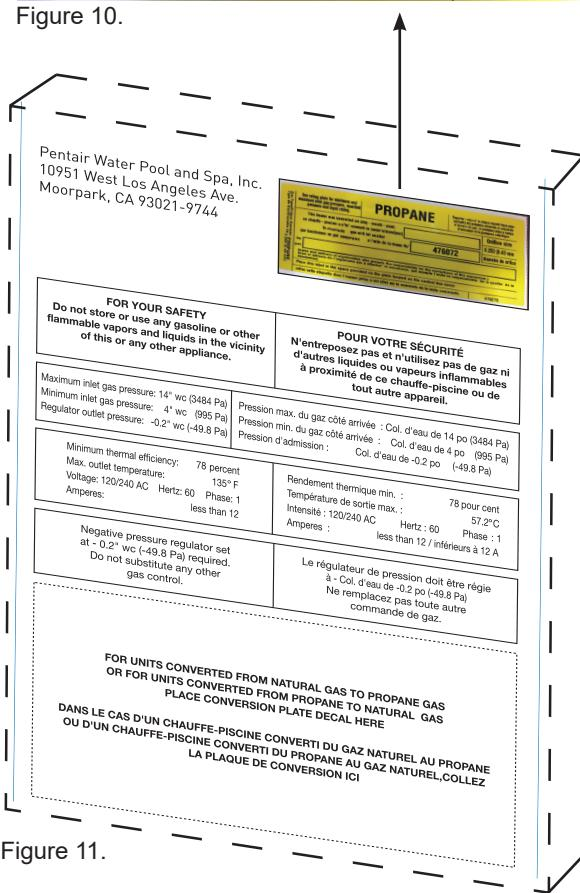

Figure 11.
18. **IMPORTANT : À l'aide d'un marqueur permanent à pointe fine, inscrivez la date de conversion et le nom et l'adresse de la personne ayant réalisé la conversion sur l'étiquette de conversion. Apposez l'étiquette de conversion dans l'endroit réservé à cet effet sur l'étiquette existante de l'appareil. À l'aide d'un coton imbiber d'alcool, nettoyez la surface avant d'apposer l'étiquette. Voir Figure 11.**